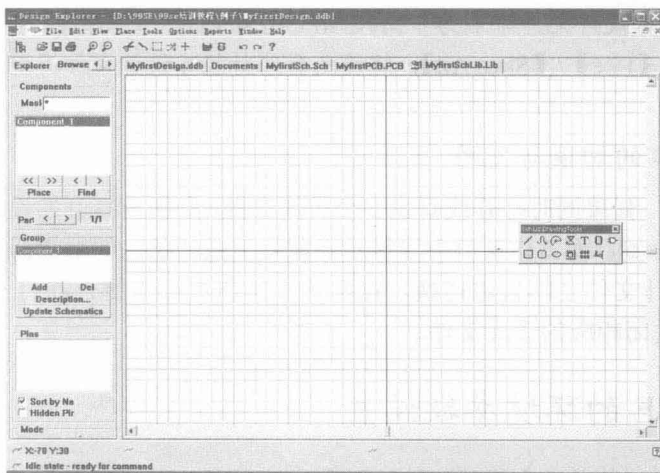

图 1-19 新建的原理图库设计文件
2. 在新建文件对话框中，单击 **【Schematic Library Document】**（原理图库文件）图标，然后单击 **OK** 按钮，系统将会新建一个原理图库设计文件，结果如图 1-19 所示。